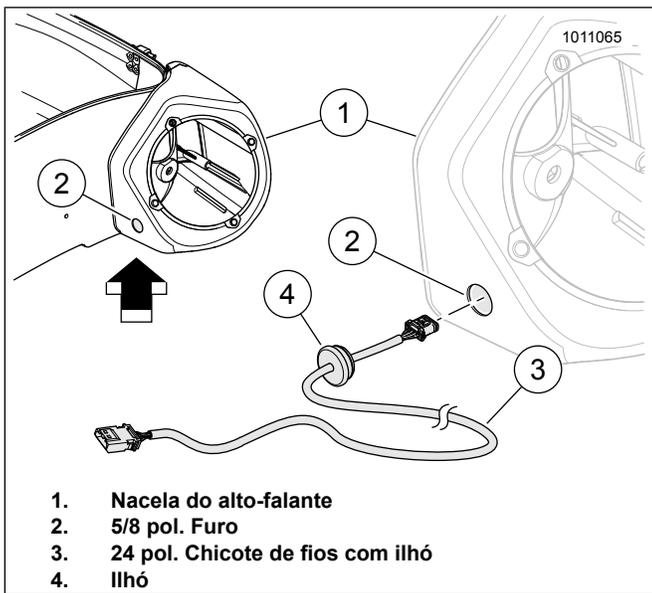

Figura 16. Nacela do alto-falante esquerdo
Veja a figura 16. Faça um furo de 16 mm (5/8 pol.) (2) na nacela de cada alto-falante (1), aproximadamente no local mostrado.
9. Deslize o ilhó (4) cerca de 15 cm (6 pol.) da extremidade do chicote de fios (3).
10. Insira a extremidade macho do chicote de fios com o ilhó (4). Pressione o ilhó (4) dentro do furo começando por uma extremidade cônica do ilhó dentro do furo. Quando corretamente instalada, a parte externa do ilhó deve ficar encostada na parte externa da nacela do alto-falante. Pressione o perímetro do ilhó para que ele fique no lugar.